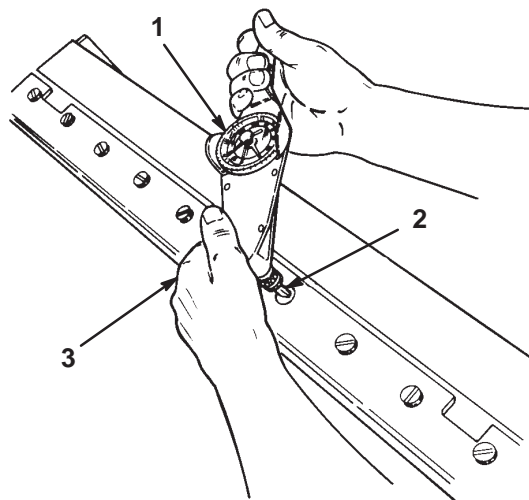

Fig. 27
3. Använd en skiftnyckel och ett speciellt verktyg (artikelnr 51-0880) för en avslutande åtdragning av skruvarna (fig. 27). Dra åt skruvarna till moment 28 Kgm med början från mittskruven och fortsätt med en skruv i taget åt varje håll så att underkniven ligger plant mot underknivsstången.